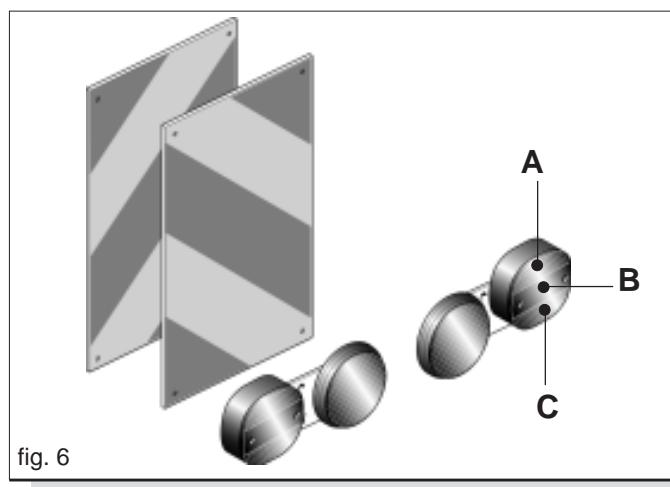

fig. 6
- 37) Qualora gli ingombri costituiti da attrezzature portate o semiportate occultino la visibilità dei dispositivi di segnalazione e di illuminazione della trattice, questi ultimi devono essere ripetuti adeguatamente sulle attrezzature, attenendosi alle normative del codice stradale in vigore nel relativo paese. Accertarsi, quando in uso, che l'impianto luci sia perfettamente funzionante. Si rammenta inoltre che la corretta sequenza segnaletica dei fanali prevede (Fig. 6):